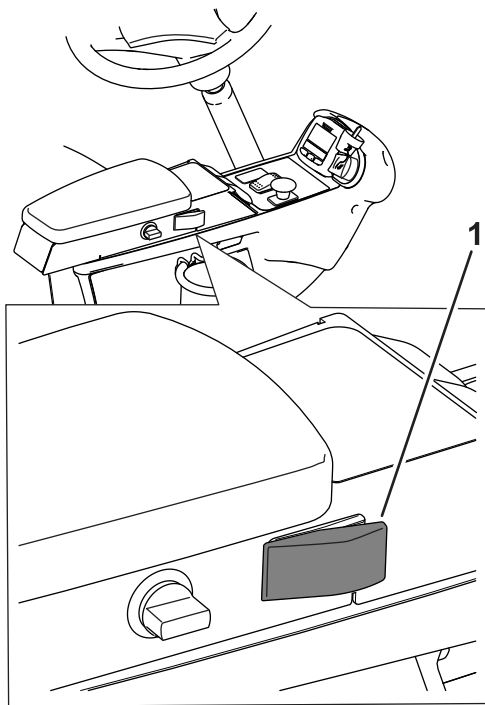
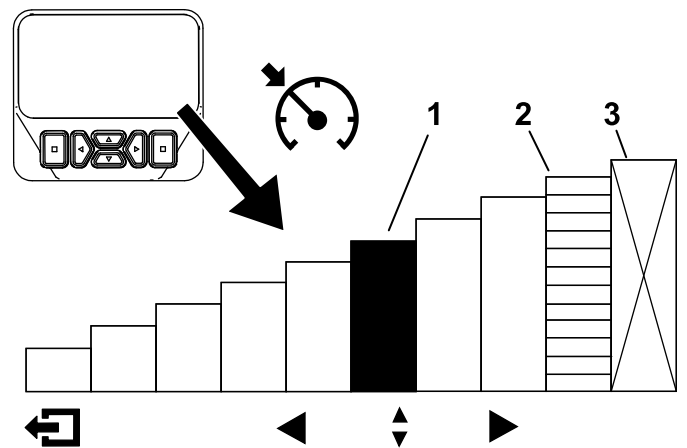

Figura 26
Figura 27
Después de activar el interruptor del control de crucero y establecer la velocidad (Figura 26), utilice el InfoCenter para ajustar la velocidad del control de crucero (Figura 6 y Figura 27).
2. Utilice la pantalla del InfoCenter para ajustar la velocidad del control de cruceo (Figura 27).